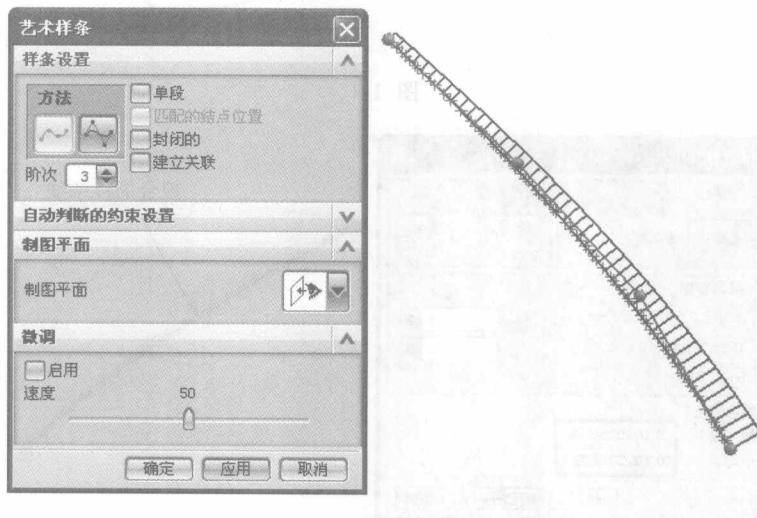

图 1-9
(2) 直接双击生成的样条线，弹出如图 1-9 所示【艺术样条】对话框，并在样条线上显示其控制点，直接用鼠标左键拖动控制点即可调整样条线，调整时曲率梳也会动态改变。打开微调【启用】复选框，控制调整速度，可以对样条线进行微小调节，这对小误差调节非常方便。